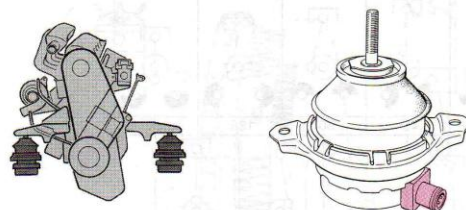
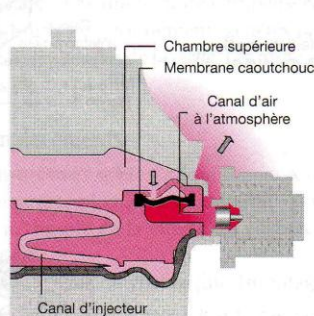

Figure 5.21. Suspension du moteur à souplesse variable, par paliers pilotés par le calculateur d'injection (Doc. VAG)
Figure 5.23. Fonctionnement, moteur au ralenti
- Au ralenti, le palier (fig. 5.21 et 5.22) est « souple », les faibles oscillations du moteur ne peuvent repousser le liquide hydraulique de la partie haute du palier vers le bas (fig. 5.23).
L'électrovanne (fig. 5.23) de mise à l'atmosphère est ouverte. La membrane en caoutchouc se déforme, amortie les vibrations du moteur, l'air sous la membrane est refoulé vers l'atmosphère.